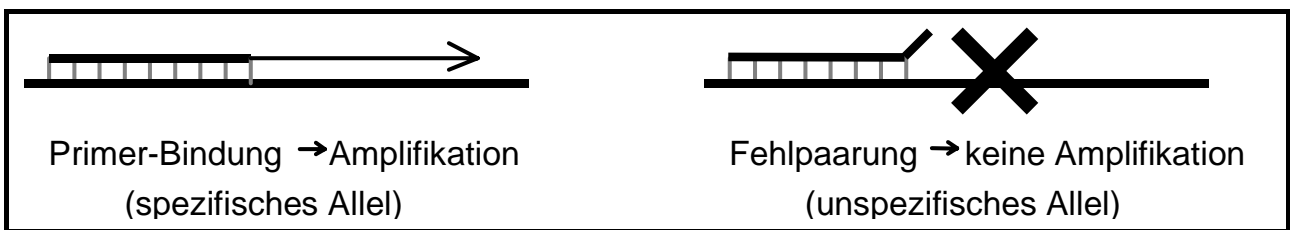

Abb. 1: Prinzip der SSP-PCR
Ausgangsmaterial für die Typisierung mit **HISTO TYPE SSP-Kits** ist gereinigte, leukozytäre DNA. Die Testdurchführung basiert auf der **Sequence Specific Primer- (SSP)** ① PCR (siehe Abb. 1) [2,3]. Diese Methode nutzt die Tatsache, daß für eine erfolgreiche Reaktion beide Primer, speziell am sogenannten 3'-Ende, keine Fehlpaarungen aufweisen dürfen. Somit führt nur eine vollständige Übereinstimmung der Primer mit der Zielsequenz zu einem Amplifikat, welches durch eine anschließende Gelelektrophorese sichtbar gemacht wird.